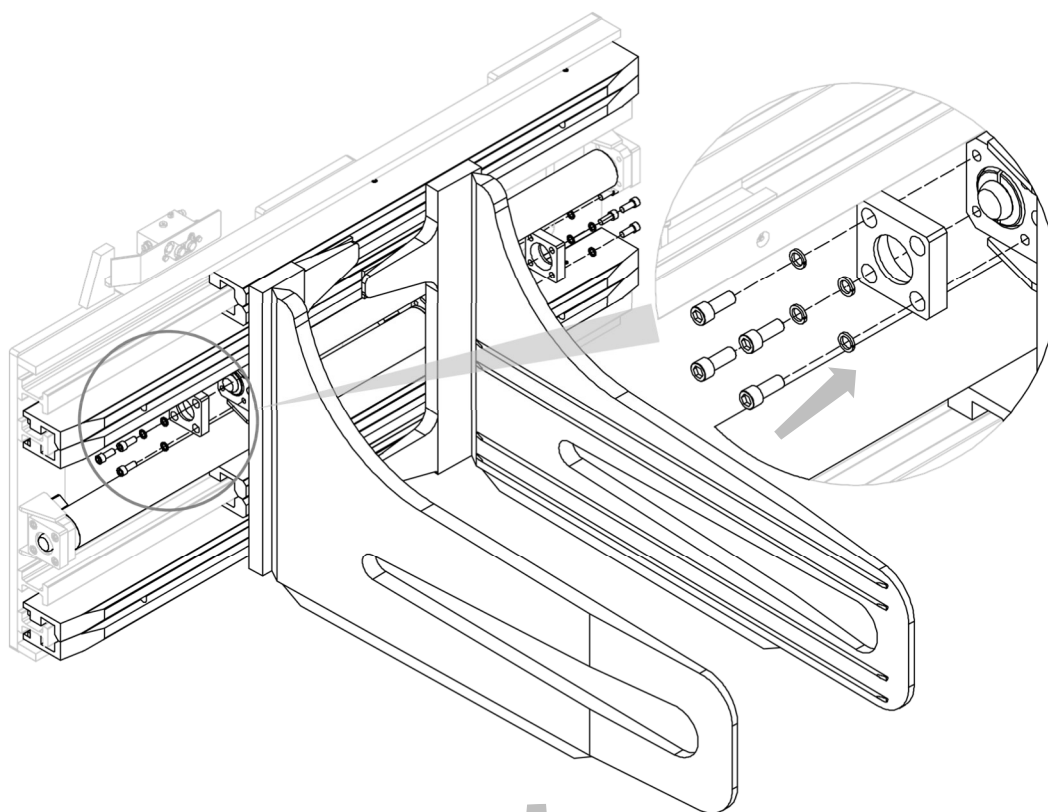
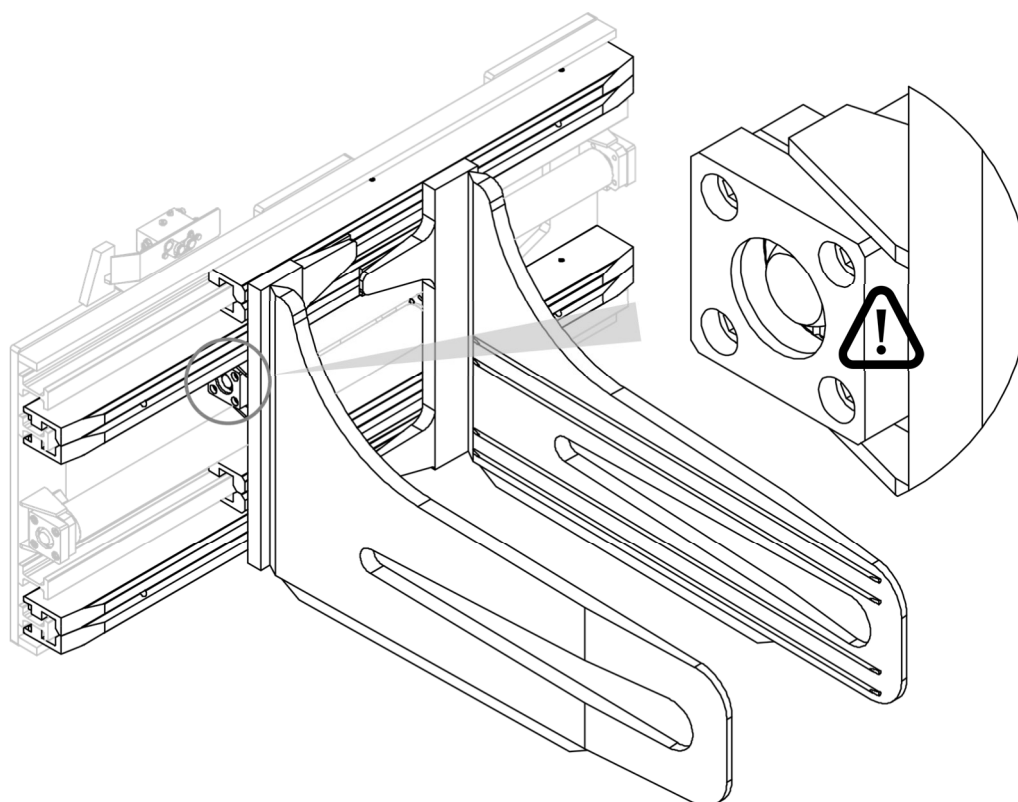

Figure 9
Figure 10
4. Relier les mâchoires aux vérins (voir Figure 9 et Figure 10).